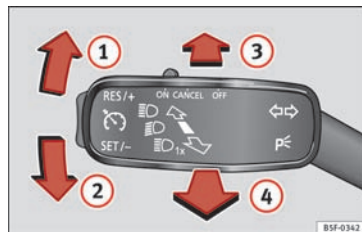

Fig. 130 Blink- og fjernlysarm
- Tryk armen » **Fig. 130** opad **1** eller nedad **2**.
- Tryk armen » Fig. 130 fremad i pilens retning **3**.
- Træk armen » Fig. 130 mod rattet (fjedret position) i pilens retning **4**.
- Træk blinklysarmen » **Fig. 130** » Side 124 opad eller nedad – parkeringslyset i højre eller venstre side tændes.